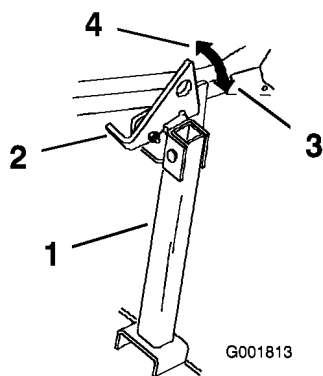

Bild 32
- Heben Sie den Riegel in die entsicherte Stellung an (Bild 32).